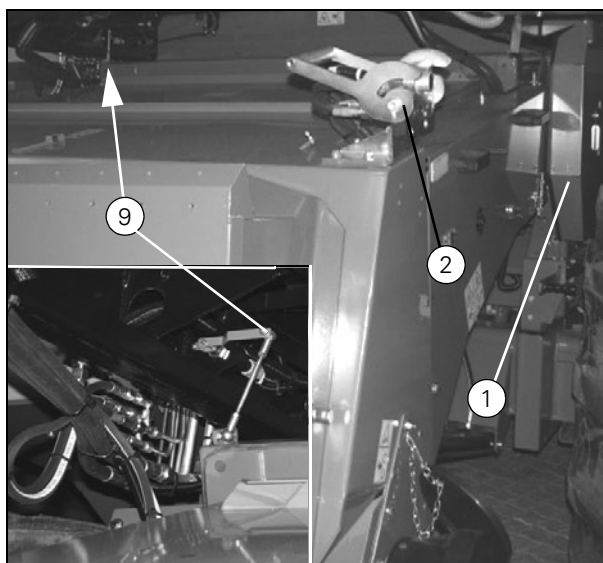

Рисунок 1
9. Отсоедините тяги регулировки предварительно установленной высоты скашивания (Рис. 1).